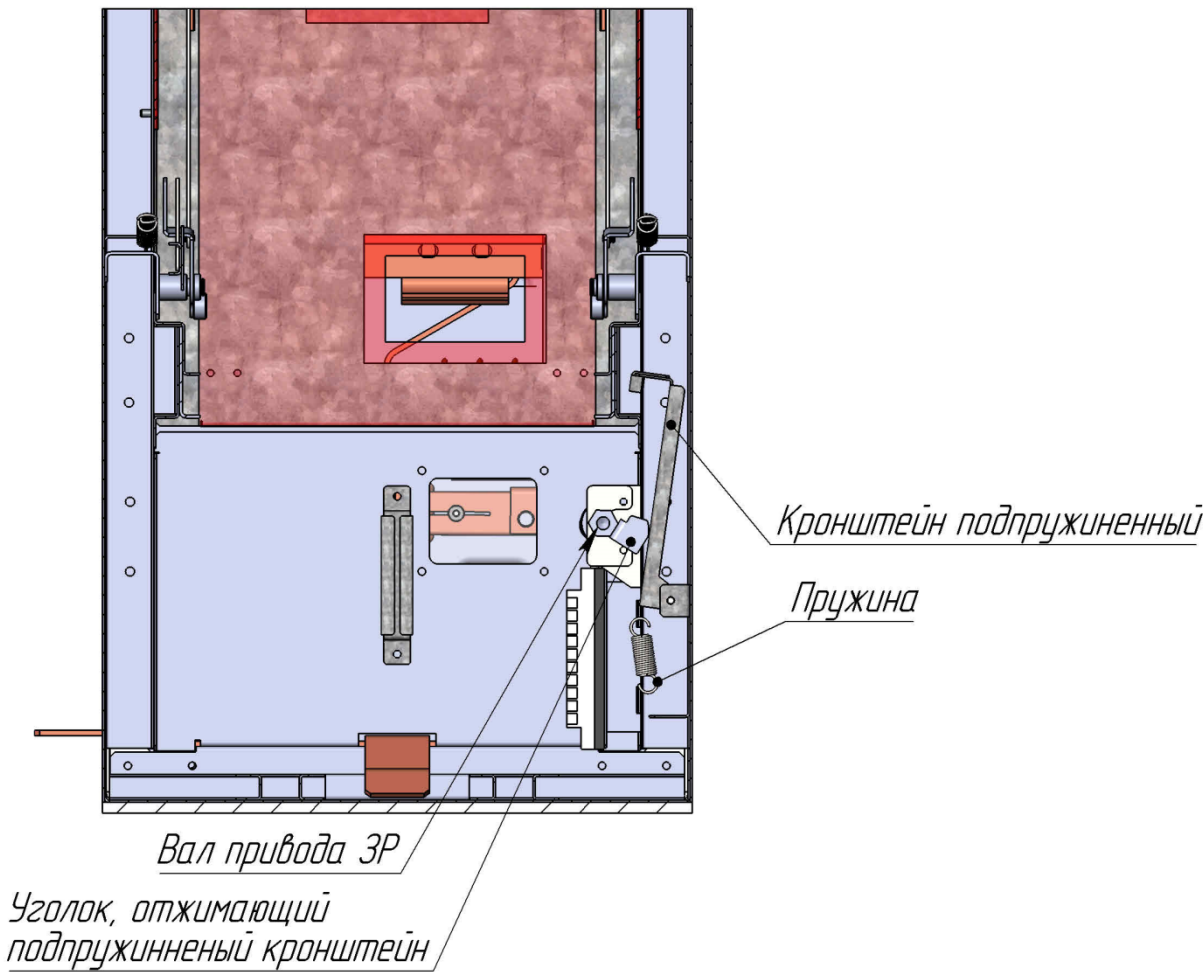

Рис. 6.5 Блокировки перемещения ВЭ при включенном ЗР
Функцию блокирования выполняет пластина на двери и швеллер на левой боковине (Рис. 6.5). При перемещении выкатного элемента (несколько оборотов ручки) шторки открываются и перемещают швеллер левой боковины в крайнее положение. В этом положение невозможно сдвинуть пластину на двери и открыть гнездо управления приводом ЗР.
6.5.2 Блокировка выключателя выключателя, находящегося в промежуточном положении Оперирование выключателем (операции включения, отключения) возможны только при нахождении его в контрольном или рабочем положениях. Реализуется путем включения в цепь включения-отключения выключателя блок контактов состояния тележки. 6.5.3 Блокировка открывания двери ОВ при ВЭ находящемся в рабочем положении. При перемещении выключателя в рабочее положение, нажимные уши ВЭ воздействуют на рычаги шторочного механизма, поднимая их вверх. Рычаг в свою очередь связан с тягой, которая перемещается по направляющей к двери, блокируя упорный уголок, закрепленный на ней (см. Рис. 6.4), таким образом, ограничивая возможность перемещения двери вверх для ее открытия. ВНИМАНИЕ! В экстренной ситуации, для открытия двери выверните два винта крепления уголка, потяните за ручку двери вверх, затем на себя, дверь откроется. 6.5.4 Блокировка включения ЗР в любом положении выключателя, отличном от контрольного Функцию блокирования выполняет пластина на двери и швеллер на левой боковине (Рис. 6.5). При перемещении выкатного элемента (несколько оборотов ручки) шторы открываются и перемещают швеллер левой боковины в крайнее положение. В этом положение невозможно сдвинуть пластину на двери и открыть гнездо управления приводом ЗР.